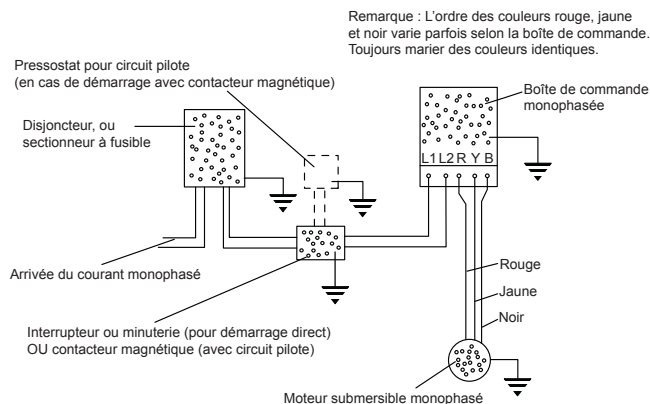

FIGURE 3
8. Une pompe trifilaire monophasée requiert une boîte de commande, intégrant des relais de surcharge. La Figure 3 illustre une installation à liaison trifilaire monophasée typique. Il est à noter qu'un contacteur magnétique doit être utilisé si le moteur submersible est trop puissant pour la capacité électrique du pressostat. Dans ces cas-là, le pressostat serait intégré à un circuit pilote qui régule le contacteur magnétique. Pour prévenir tout dommage au moteur, les raccordements à la boîte de commande doivent être conformes au schéma de câblage qui se trouve dans celle-ci.